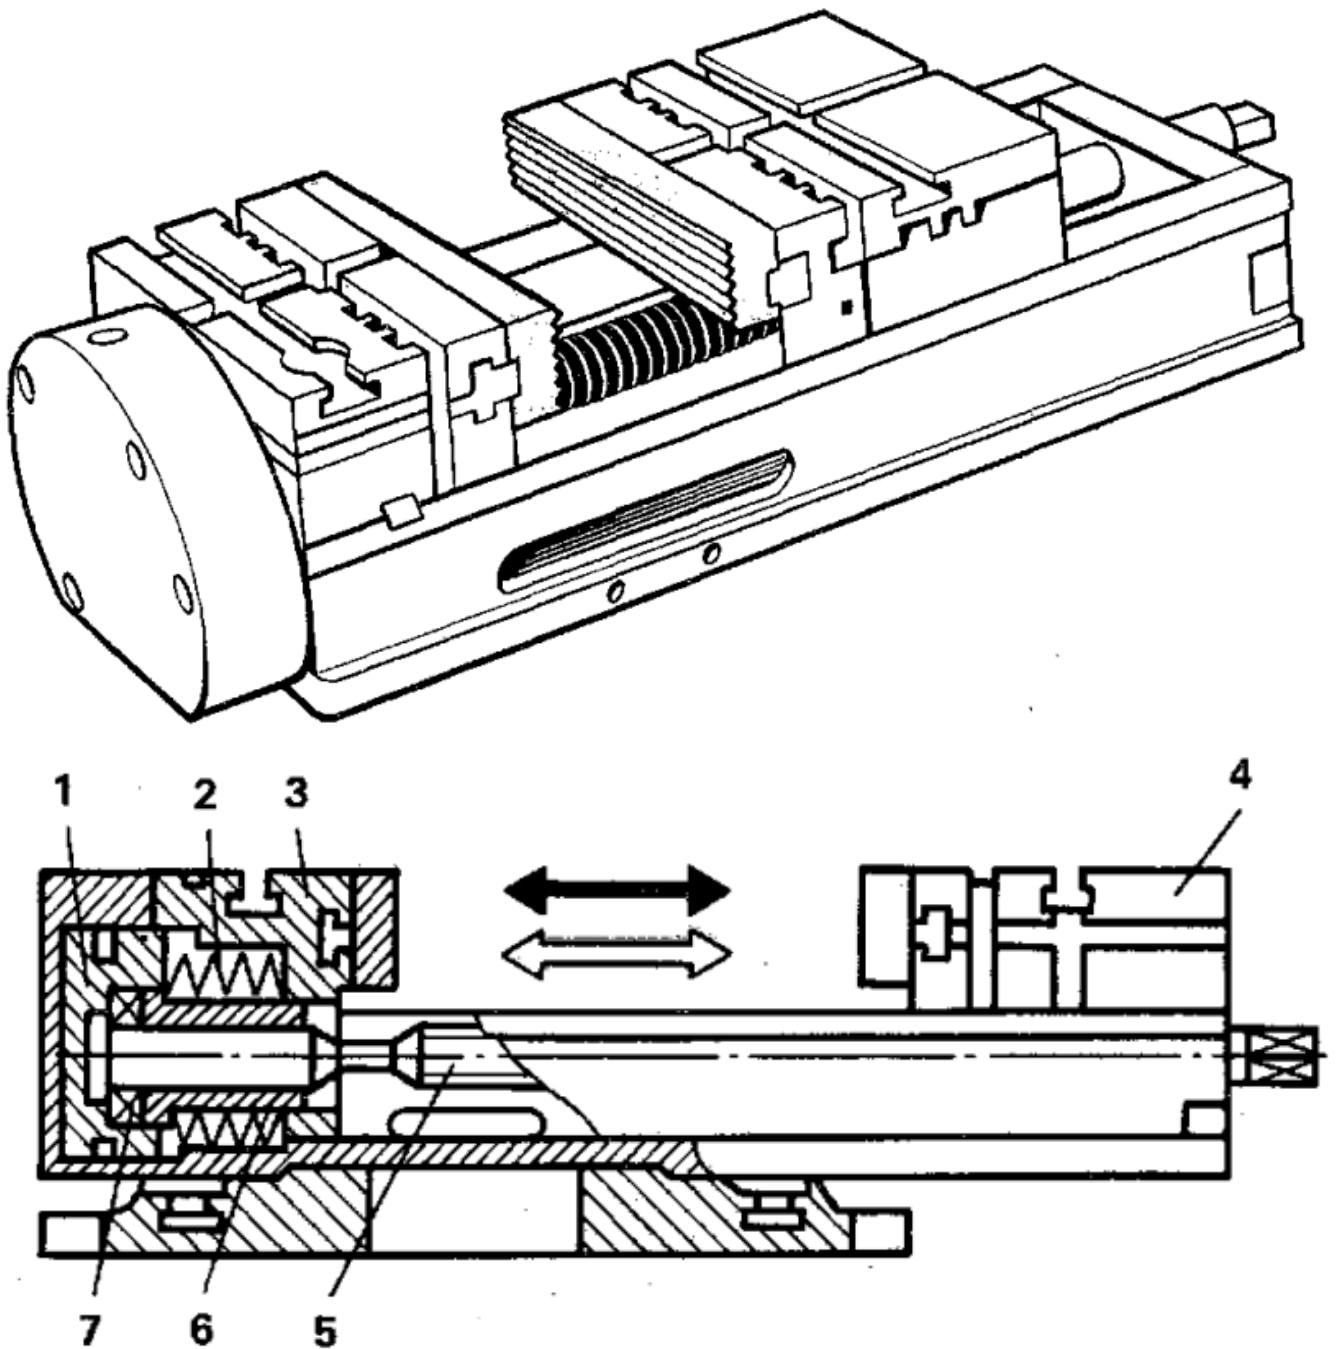

Рис. 36.
1. Составьте описание конструкции и принципа действия приспособления по рис. 36.